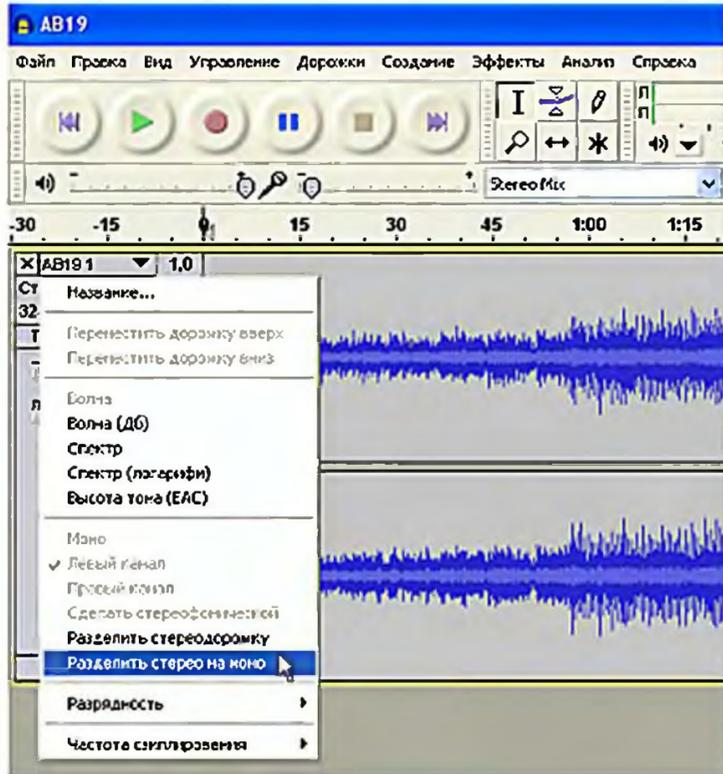

Рис.58
6) Записать на карту памяти любимые музыкальные файлы с максимально допустимой частотой дискретизации, поскольку места «хватит всем». Рекомендуемый формат 44,1...48 кГц/16 бит, сжатие отсутствует (PCM/LPCM), расширение файла *.wav, название от 1 до 8 символов. Для конвертации MP3-WAV можно воспользоваться редактором Audacity: «Файл-Открыть-<выбрать файл с расширением *.mp3>-Разделить стерео на моно (рис.58)-Файл-Экспортировать-<выбрать тип файла WAV (Microsoft) signed 16 bit PCM>-Сохранить-ОК».